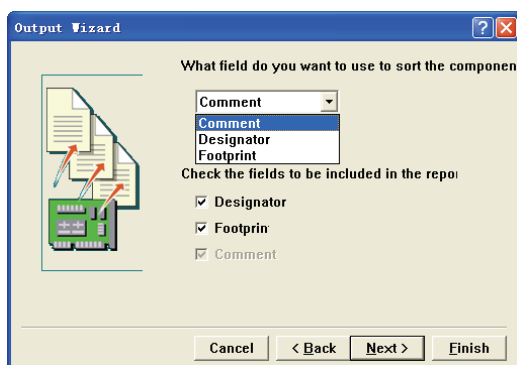

图 9-22 选择元件排序依据
(8) 选择了列表形式后，单击 **Next >** 按钮，系统弹出如图 9-22 所示的对话框。该对话框中 “What field do you want to use to sort the component” 操作项用于选择排序的依据。如选择 “Comment” 则用元件名称来对元件报表排序。“Check the fields to included in the report” 操作项用于选择报表所要包含的范围，包括 “Designator”、“Footprint” 和 “Comment” 复选框。